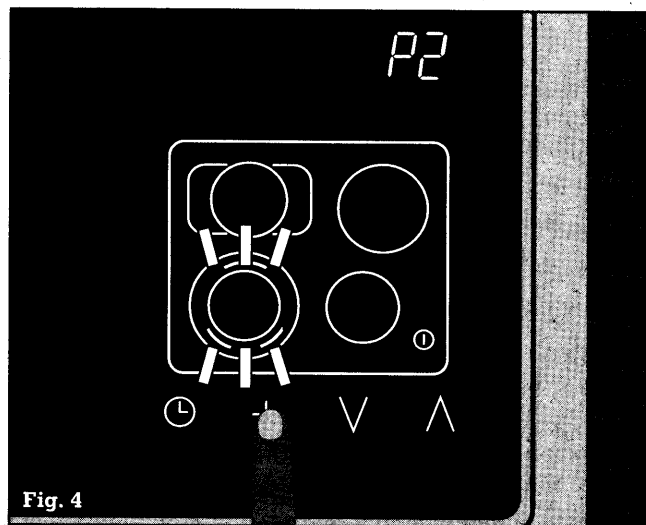

Fig. 4
- ... trycker du lätt på symbolen +. I timerns displayfält blinkar då **P2**. I displayfältet för värmezon 1 (längst fram till vänster) blinkar symbolen för anpassningen  (fig. 4).